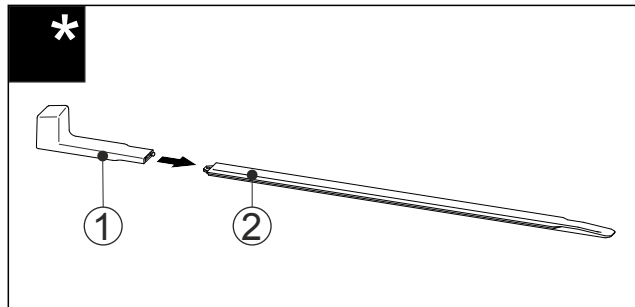

Fig. 58
- Futni dorezën e montimit Fig. 58 (1) në shinën e nivelimit Fig. 58 (2).